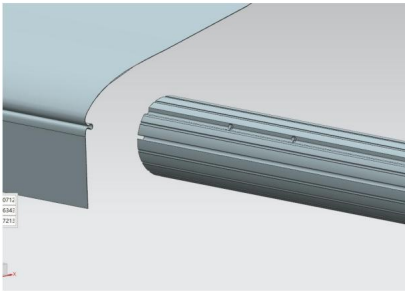
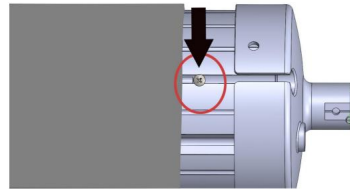

Figuur C10
Figuur C11
3.4 Trek de verbindingbuizen aan beide uiteinden van de middelste wikkelbuis uit tot aan de rode eindpositie, monteer de linker- en rechter wikkelbuis en bevestig deze met schroef A bij de verbinding. (Figuur C10, Figuur C11)